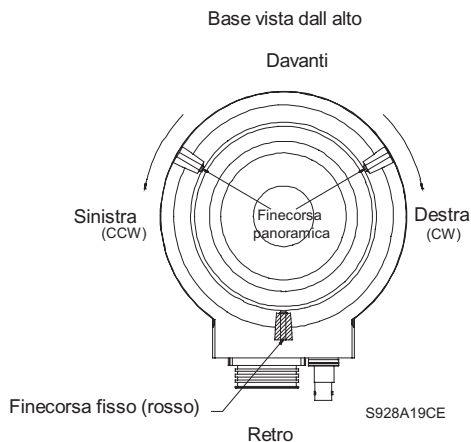

Figura 3: Localização das Paragens da Rotação Horizontal (Modelos de 345°)
As duas (2) paragens horizontais são ajustáveis e estão fixas com um conjunto de parafusos. É possível aceder aos parafusos através do orifício situado no final de cada paragem. Utilize uma chave de Allen de 3/32 polegadas (incluída) para desapertar e apertar o conjunto de parafusos. Consulte a **Figura 3**.